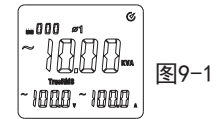

图9-1
- 4) 负载为三相四线制时，先按SELECT键选择第一相位 $\phi 1$ ，如图9-1，显示相位 $\phi 1$ 无功功率kVar值，电压V值，电流A值。